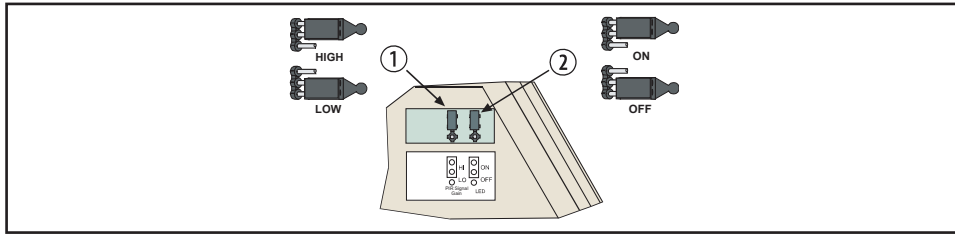

Figure 5.1 Choix des fonctionnalités
Voir Figure 5.1. Pour la sélection, disposez le cavalier sur les broches appropriées (1). Lorsqu'aucun cavalier ne relie les broches « HIGH/LOW », le détecteur est en mode High (sensibilité élevée). Sensibilité basse (LO) : réglage recommandé pour la plupart des installations. Ce paramètre tolère les environnements extrêmes. **Le détecteur est fourni réglé sur le mode basse sensibilité.** **Haute sensibilité (HI) :** à utiliser dans les lieux ne permettant pas d'atteindre des performances de détection adéquates en mode basse sensibilité. Ce réglage tolère les changements environnementaux mineurs.
Voir Figure 5.1. La position ON active la LED (2). Si vous ne souhaitez pas que la LED fonctionne après installation et test de la détection, placez le cavalier en position OFF. **Lorsqu'aucun cavalier ne relie les broches ON/OFF, la LED est désactivée.**